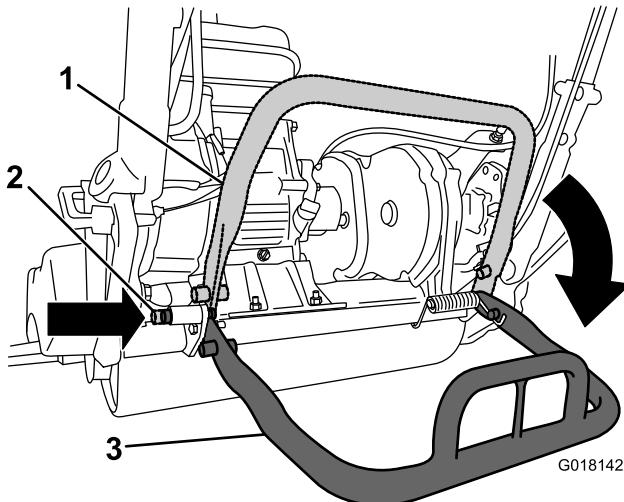

図 23
- リールを外している間にユニットが後ろに倒れないように、キックスタンドを下げて、ロッキングピンを差し込んでキックスタンドを整備位置にロックします図23。